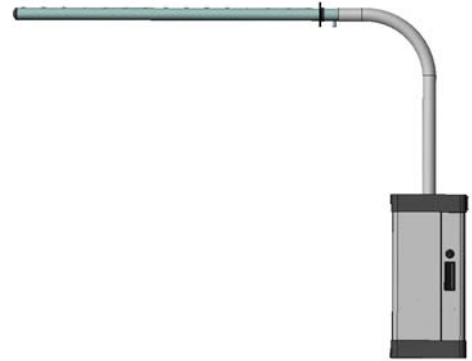

Fig. 40
1. Quel que soit le type d'application, il y a toujours une certaine quantité d'eau issue de la condensation à l'intérieur de la rampe de distribution. Cette eau de condensation doit être évacuée pour ne pas entraver le flux de vapeur ; il est possible de ne pas installer le collecteur d'eau de condensation lorsque la rampe est placée dans un point plus élevé que l'humidificateur et que le tuyau de vapeur ne crée aucun siphon (fig. 40).